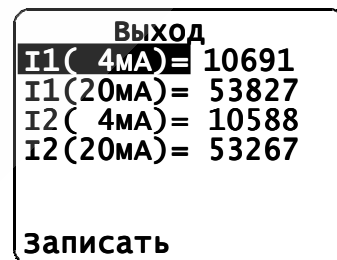

Рис. 4. Настройка выходных сигналов
- с помощью кнопок \blacktriangleleft и \blacktriangleright установить курсор в положение «Выход» и нажать кнопку \ominus – отобразится меню параметров выходных сигналов, значениями которых являются коды соответствия (см. рис. 4);